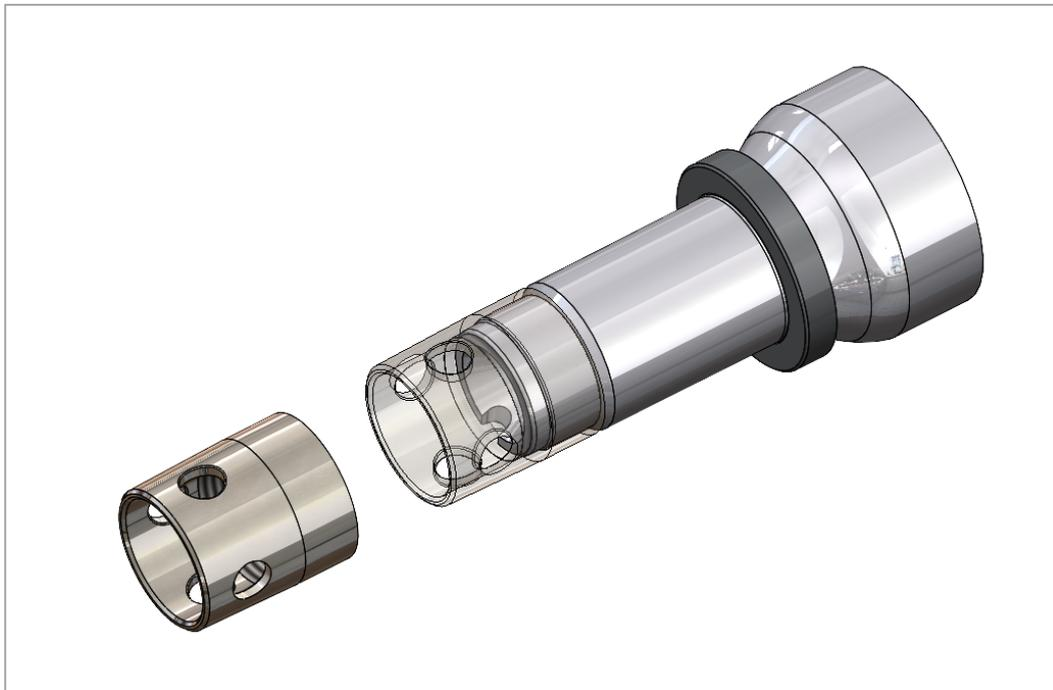

Рис. 6. Установка муфты защиты на резьбу цапфы.
1) Установите муфту защиты на резьбу цапфы (Рис. 6).